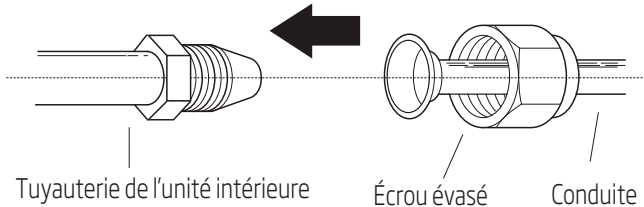

Fig. 3.7
1. Alignez le centre des deux conduites à raccorder. Voir Fig. 3.7.